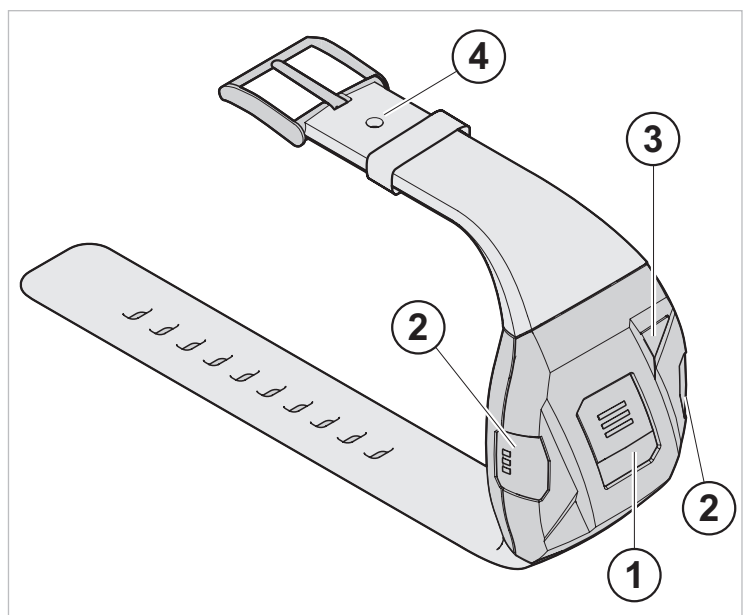

Fig. 1 Badge résident
- ▶ Appuyer pendant 10 s sur le bouton d'appel résident (1, Fig. 1), jusqu'à ce que la lampe de tranquillisation (LED) s'allume.
- ▶ Appuyer sur le bouton pour l'appel résident, au centre du badge (1, Fig. 1).
- ▶ Appuyer sur l'un des deux boutons d'appel de service situés sur les côtés du badge (2, Fig. 1).